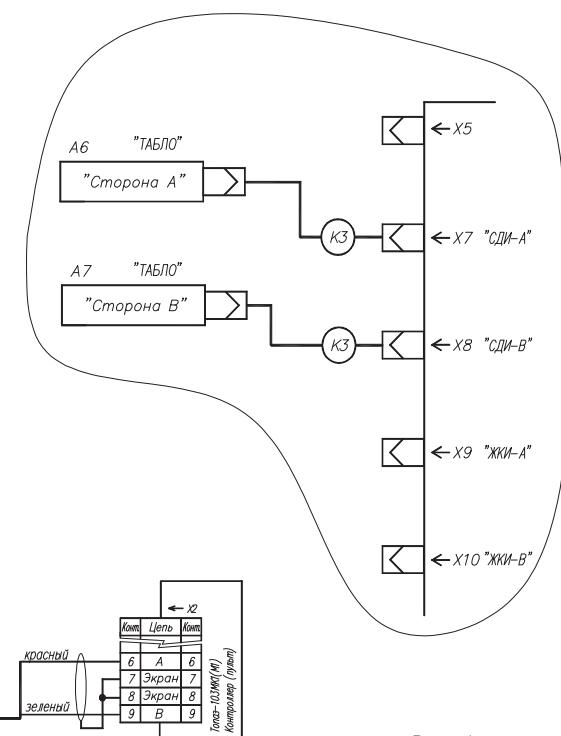

Рис. 4
5. Подключение магнитного пускателя двигателя отбора паров по рис. 4